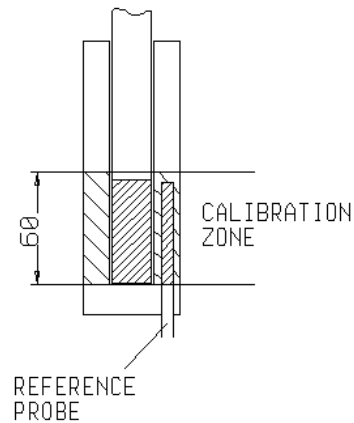

Fig.2
- Setzen Sie den Prüfling so tief wie möglich in den Block ein. Der messende Teil des Fühlers befindet sich so optimal in der "Kalibrierzone" (fig. 2).